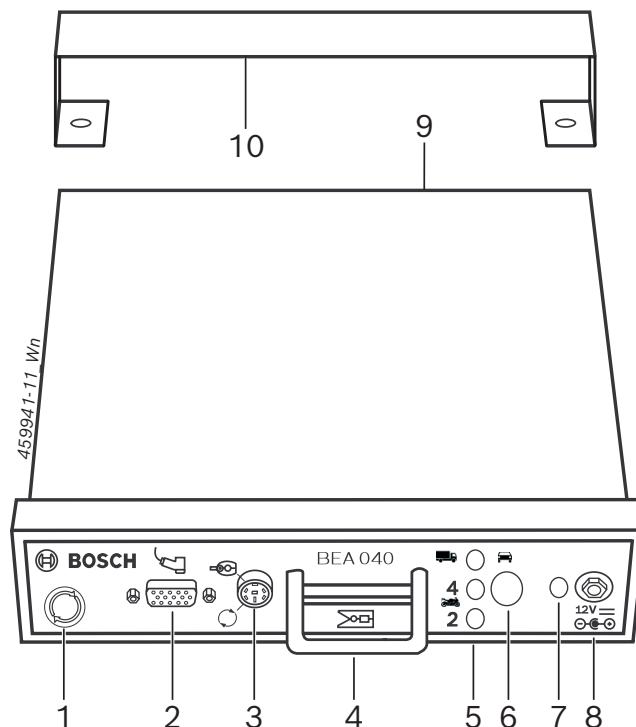

Fig. 1: BEA 040
Cada vez que se presiona el pulsador de modo (Fig. 1, pos. 6) se selecciona un modo diferente (turismos/camiones o motocicletas de 2 ciclos/4 ciclos). El modo seleccionado se muestra por el LED de modo correspondiente (Fig. 1, pos. 5).
El LED de la fuente de alimentación (Fig. 1, pos. 7) se enciende en color azul al estar conectada a la fuente de alimentación.